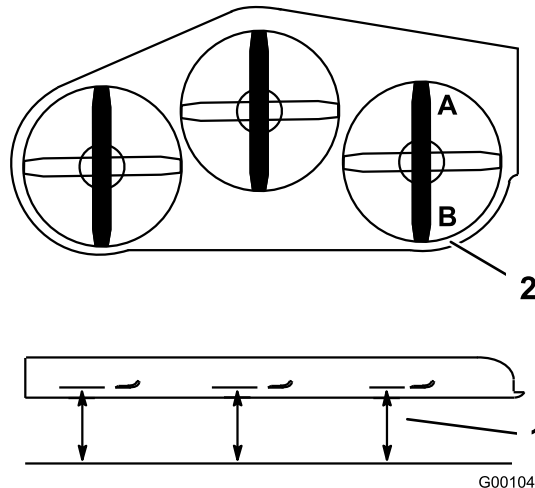

Figura 62
1. Disponete la lama destra in posizione longitudinale rispetto alla macchina (Figura 62).
2. Misurate la lama destra al punto A da una superficie piana fino al tagliente della punta della lama (Figura 62).
4. Misurate la lama destra al punto B da una superficie piana fino al tagliente della punta della lama (Figura 62).
6. La lama del tosaerba deve essere da 6 a 10 mm più bassa al punto A rispetto al punto B (Figura 62). In caso contrario eseguite la seguente operazione.